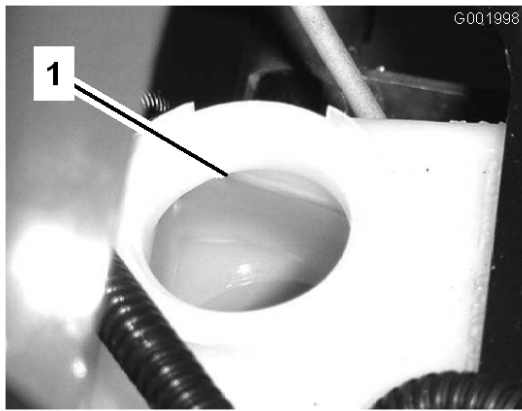

Bild 62
- Der Flüssigkeitsstand sollte die Vollinie am Behälter erreichen (Bild 62).